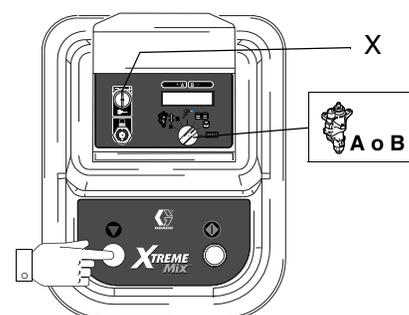

FIG. 12
3. Gire el mando hasta la posición de accionamiento de la bomba A  FIG. 12. Mantenga pulsado el botón Stop  durante unos 5 segundos. Se visualiza la calibración predeterminada (número entre 85000 – 95000).
4. Utilice la llave (X) para cambiar el valor de calibrado al valor que anotó anteriormente.
7. Utilice la llave (X) para cambiar el valor de calibrado al valor que anotó anteriormente.